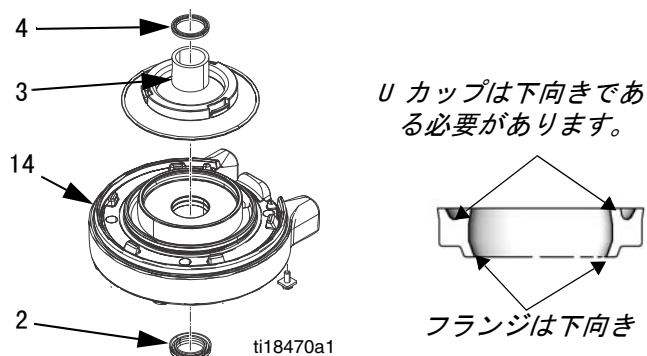

図 10: エアモーター U カップの取り付け
9. シリンダ (12) の周り、および上部カバー (1) の溝にシールド (13) を取り付けます。
10. 図 10 を参照してください。新しいフランジ U カップシール (2) を潤滑して、下部カバー (14) のベアリングの下部に取り付けます。U カップは上向きで、フランジは下向きである必要があります。ベアリング (3) を下部カバーに取り付けます。新しい U カップシール (4) を潤滑して、ベアリング (3) の上部に取り付けます。縁は上向きである必要があります。